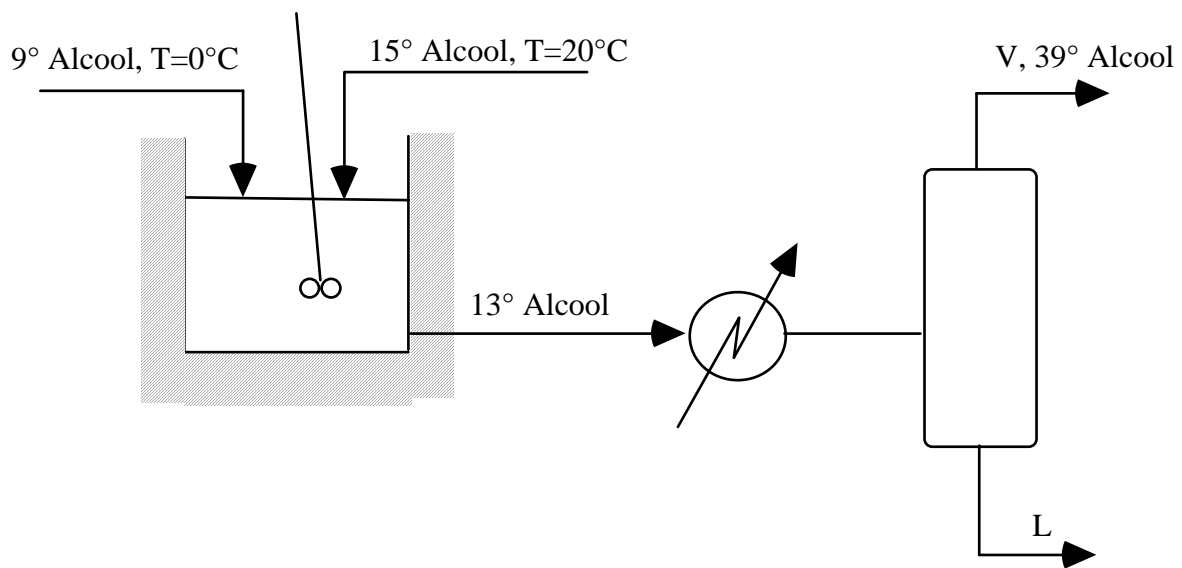

Figura 1
4. Un impianto per la produzione di brandy è costituito nelle sue parti principali da un miscelatore di vino e da un distillatore (vedi figura 1). Nel miscelatore (adiabatico) un vino leggero di gradazione alcoolica 9° (la gradazione alcoolica può essere considerata equivalente alla percentuale in peso di alcool) viene "tagliato" con un vino di gradazione alcoolica 15° , ottenendo una miscela a gradazione alcoolica 13° . Il vino leggero proviene dalla cantina e si trova alla temperatura di 0° , quello pesante viene trasportato alla temperatura di 20°C .